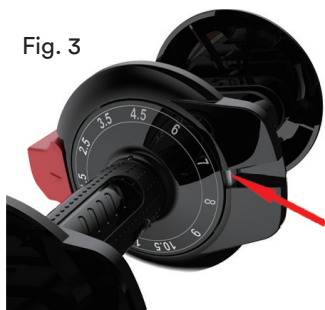

Fig. 3
- Enfoncez le bouton à ressort à l'aide d'un tournevis (Fig. 3).